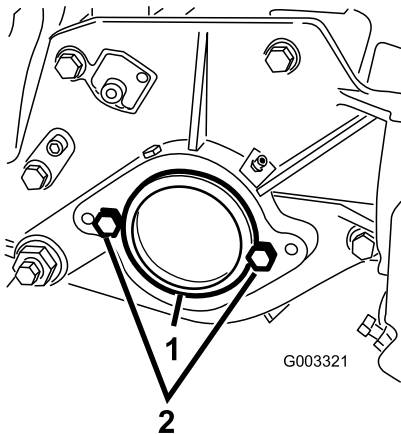

图7
- 在滚刀组右侧，从轴承座中取下塑料盖(图7)。
- 从右侧板卸下 2 个平头螺丝(图7)。
1. 塑料盖 2. 平头螺丝 (2)
- 将 2 个滚刀马达安装平头螺丝，宽松地安装至滚刀组左侧板(图7)。